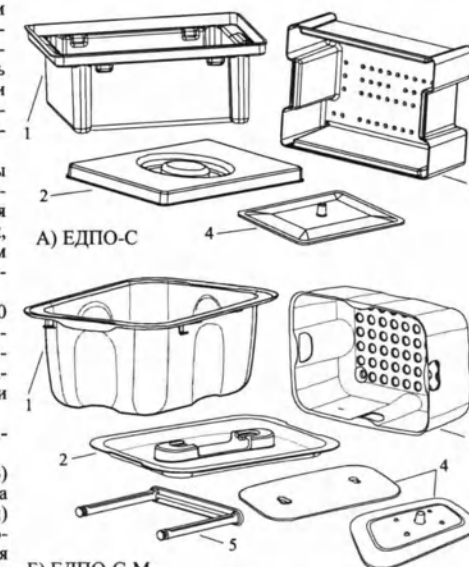

Рисунок 1
1.4.1 Емкость-контейнер (см. рисунок 1 А, Б) состоит из типовых составных частей – корпуса 1 в виде емкости прямоугольной (или округлой) формы с бортиками сверху для удобства переноски, перфорированного поддона 3, пластины для погружения в раствор легких изделий 4, крышки 2, толкателя 5 (наличие зависит от исполнения).
1.4.3 Перфорированный поддон является емкостью, в которую укладываются обрабатываемые инструменты. Поддон позволяет освободить эти инструменты от раствора, установив поддон на специально выделенные для этого выемки в верхней части корпуса (см. рисунок 1). Время слива раствора зависит от количества погруженного инструмента. После освобождения инструментов от раствора их необходимо сполоснуть проточной питьевой и дистиллированной водой вне корпуса.